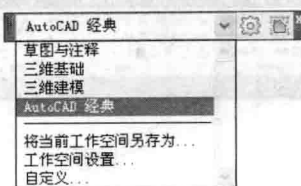

图 1-5 “工作空间控制”列表
- ✧ 展开“工作空间”工具栏上的“工作空间控制”下拉列表，选用工作空间，如图 1-5 所示。